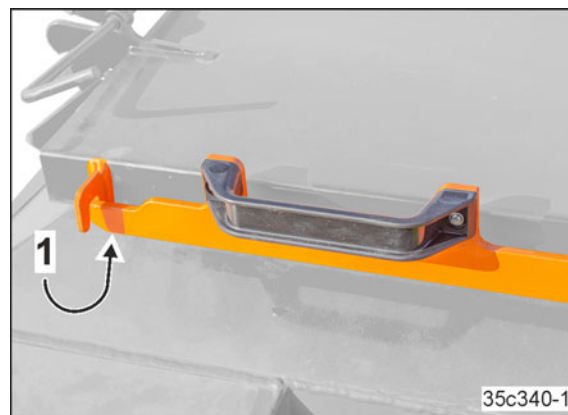

Fig. 261
5. Blocați maneta (Fig. 261/1).